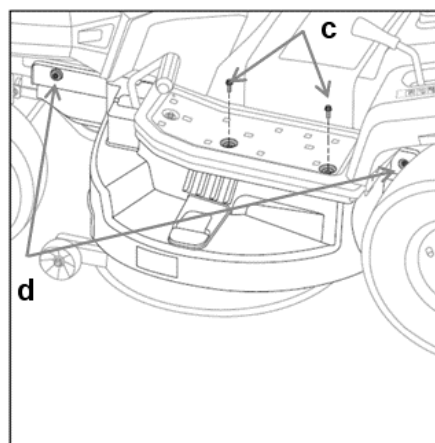

Fig. 24B
5. Rimuovere due viti (c) dalla superficie sotto il pedale e svitare due bulloni (d) sulla protezione utilizzata per evitare il contatto con il mezzo di taglio. (Fig.24B)